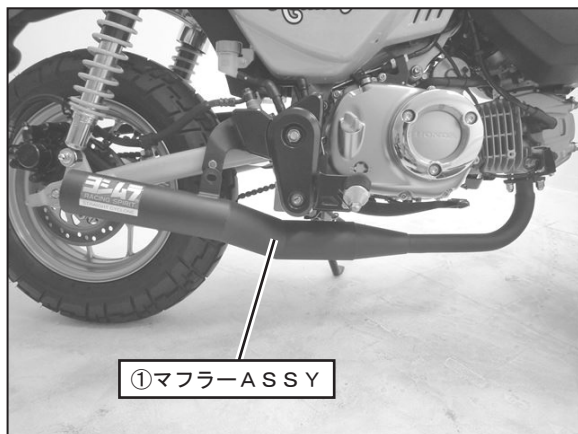

FIG. 4
5. 純正エキゾーストガasketを新品に交換し、①マフラーASSYをエンジンの排気ポート部に純正ナットを使用して仮締めして下さい。（FIG. 4, 5 参照）